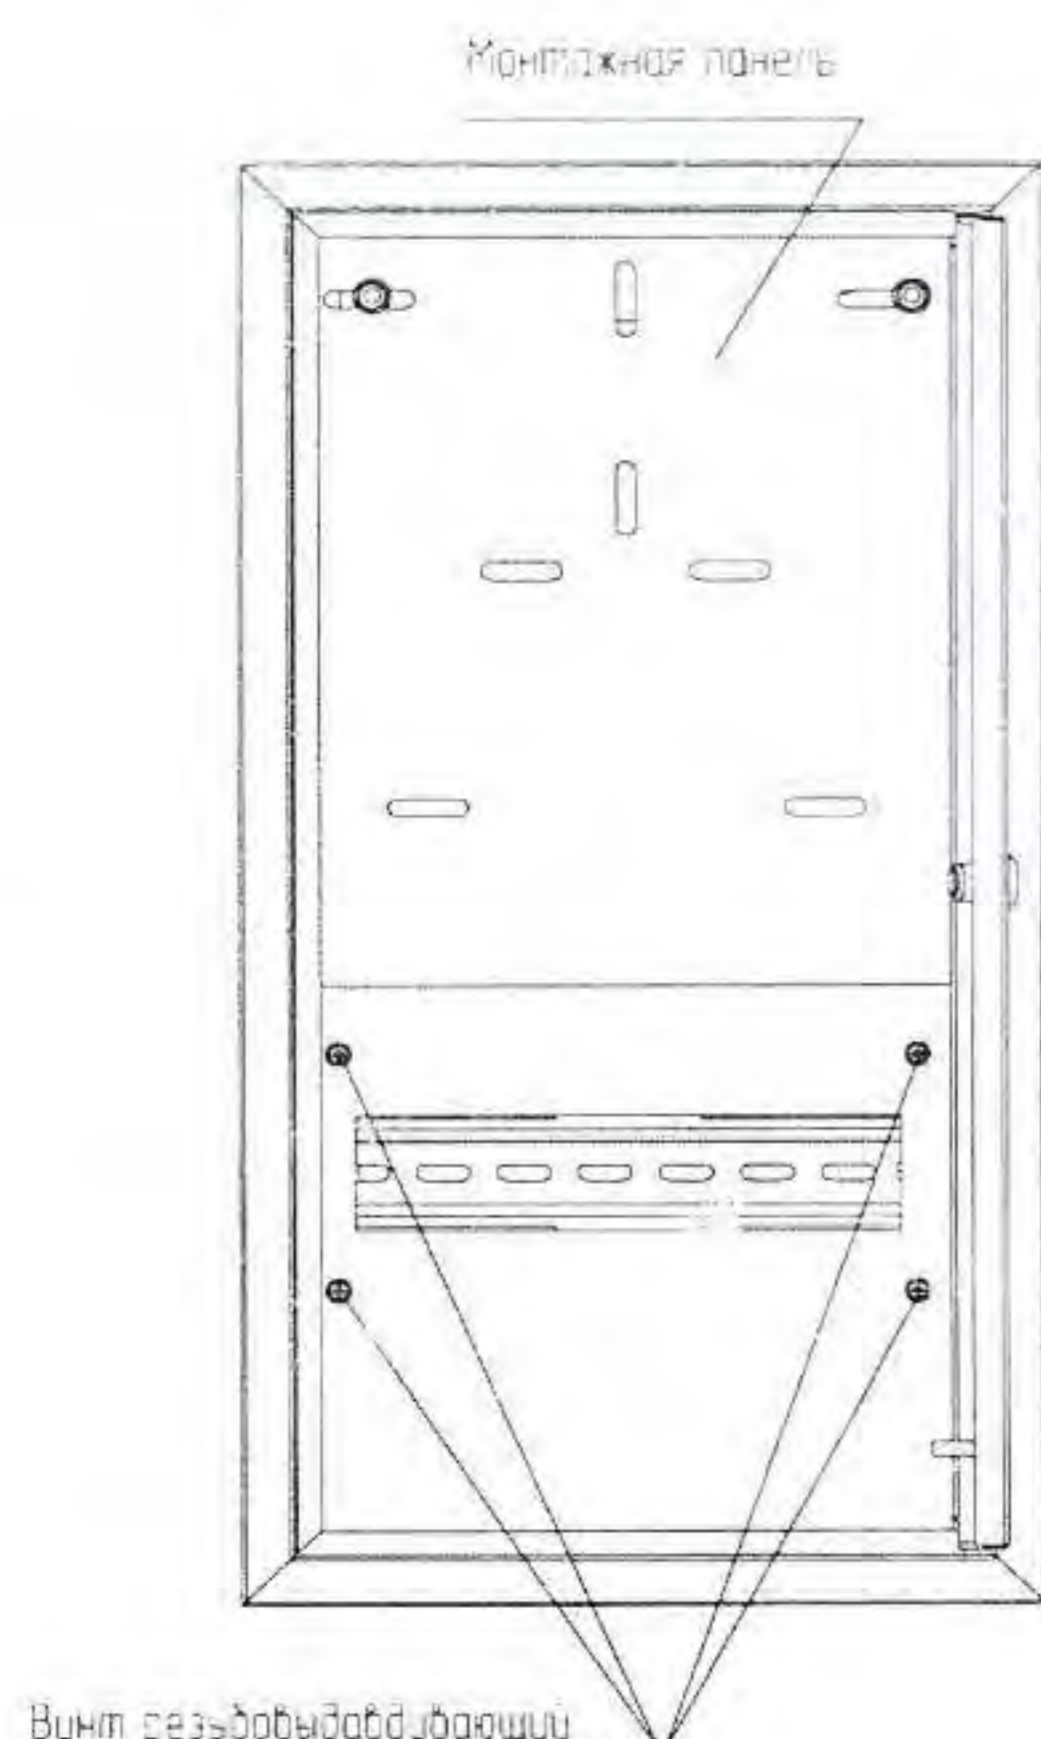

Рисунок 5
- 5.3 Выкрутите четыре винта резьбовыми с фланцами М4×8 и снимите фальшпанель (рисунок 5). Винты сохраните.